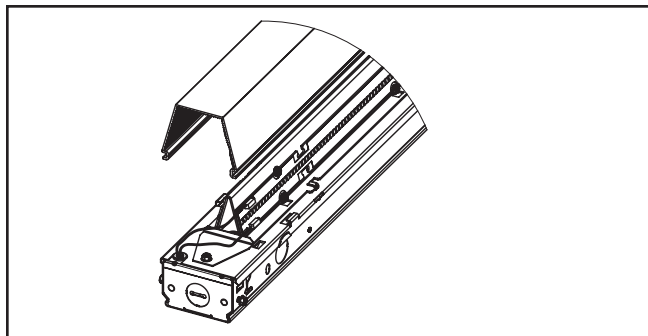

Figura 1.
2. Retire el lente de la cubierta del canal. (Figura 1).